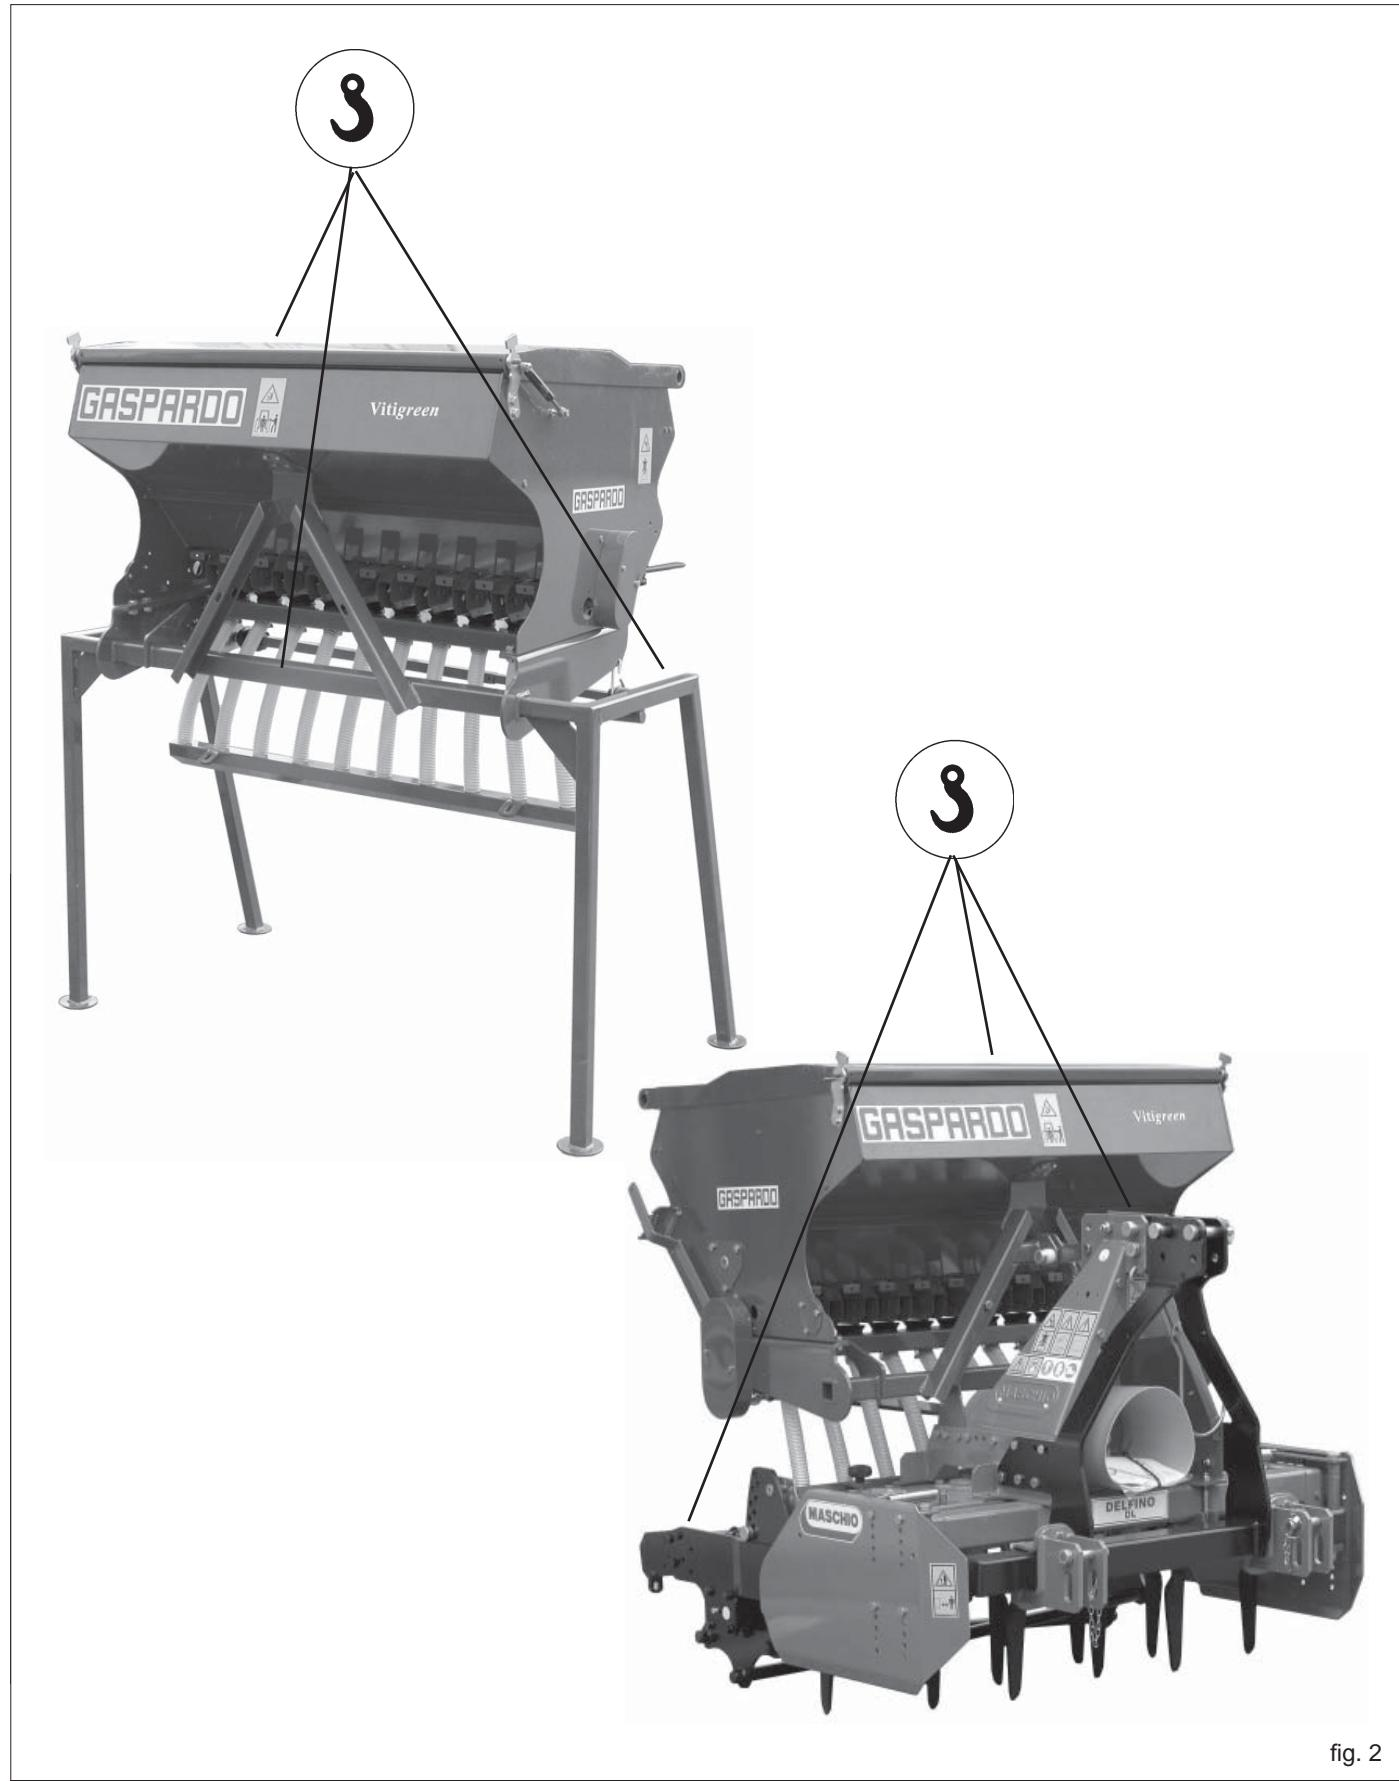
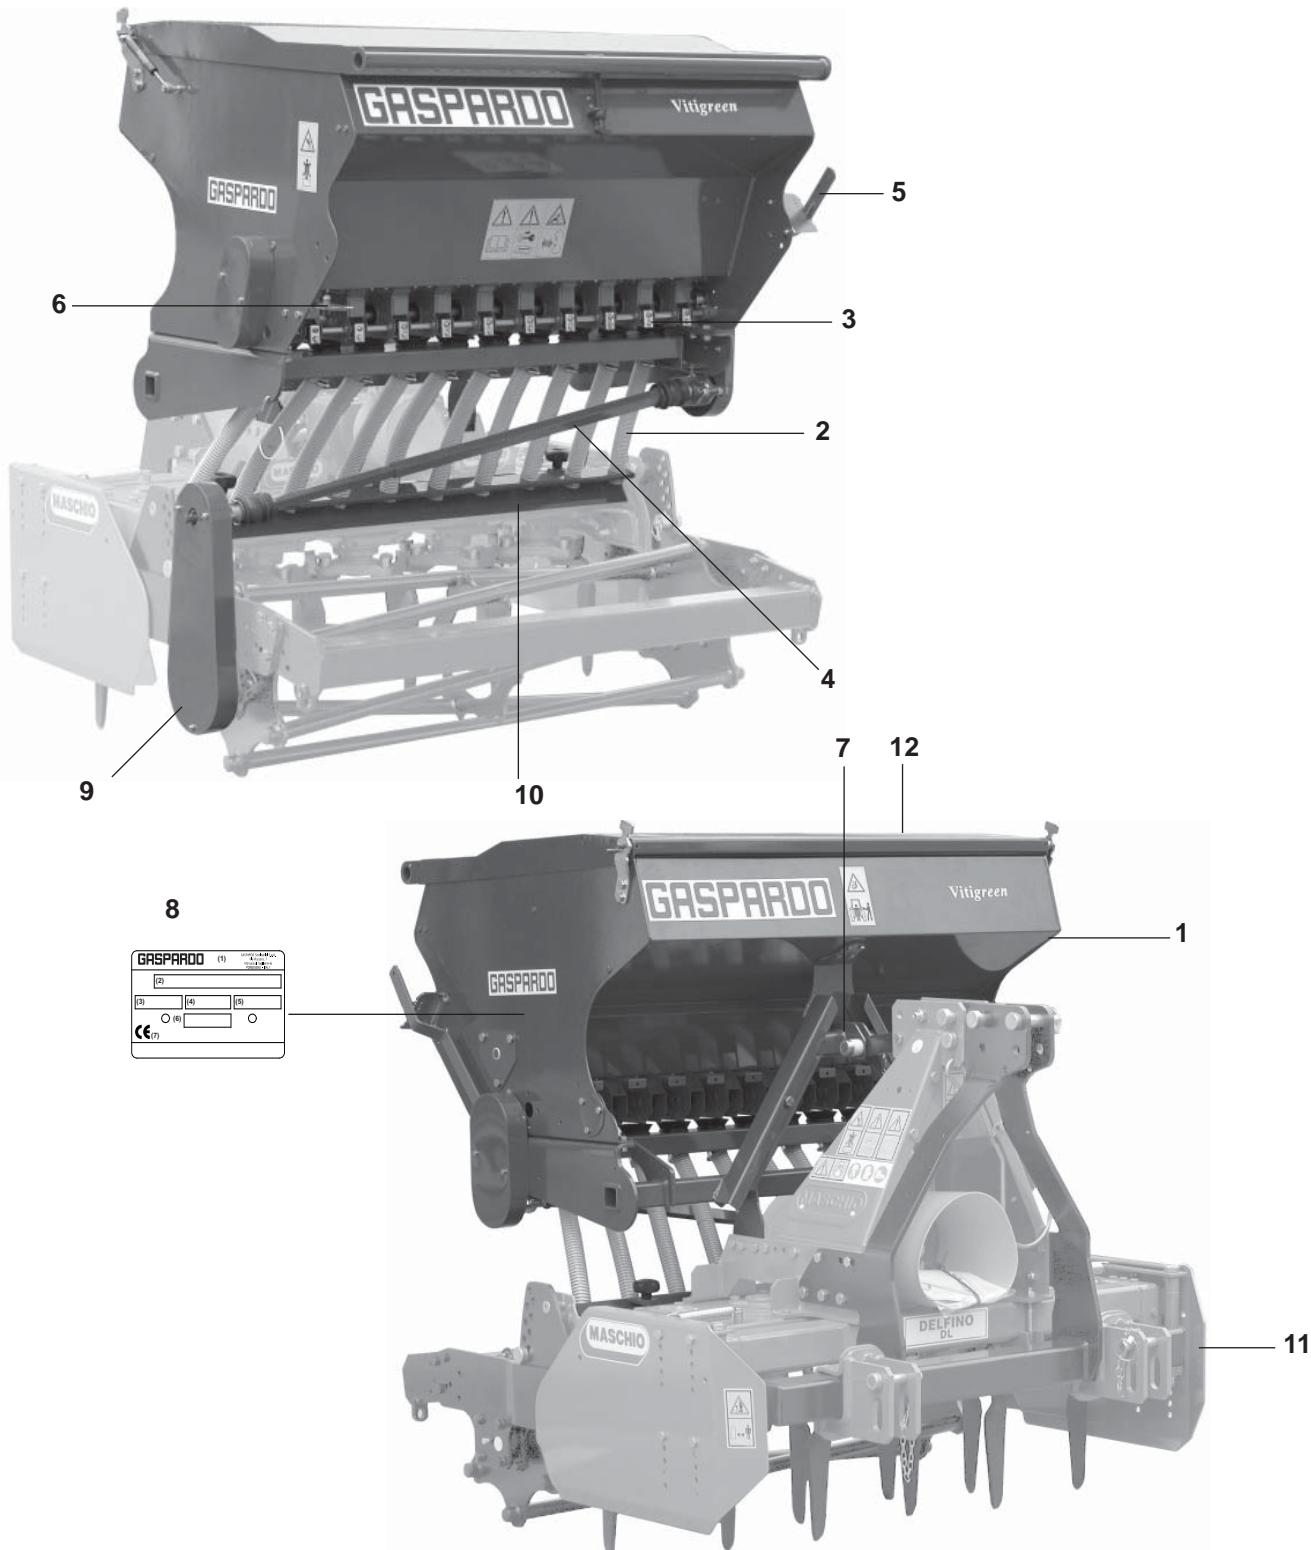

fig. 2
fig. 3
Chaque herse est identifiée par une plaque (8 Fig. 2) sur laquelle sont indiqués:
La masse de la machine apparaît dans la plaque d'identification (13 Figure 2). Adapter la longueur des câbles pour équilibrer le chargement. Tendre le câble pour niveler la machine. Les points d'attelage sont identifiés par la présence du symbole graphique «crochet» (7 Fig. 3).
1.7 DESSING GLOBAL (Fig. 3)